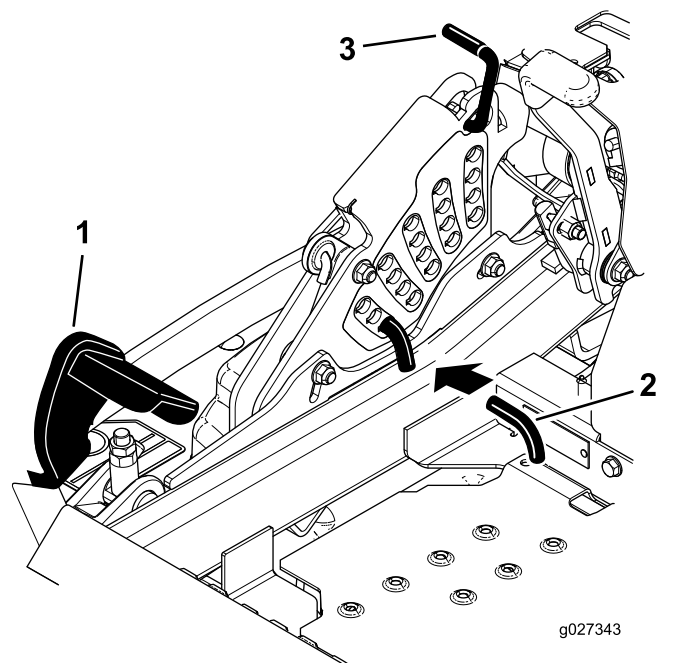

Figure 26
2. Appuyez sur la pédale de commande du plateau de coupe avec le pied et relevez le plateau à la position de transport (qui est aussi la position de hauteur de coupe de 140 mm), comme montré à la Figure 26.
3. Pour changer de hauteur de coupe, tournez la goupille de 90 degrés retirez-la du support de hauteur de coupe (Figure 26).
4. Placez la goupille dans le trou du support correspondant à la hauteur de coupe voulue (Figure 26).